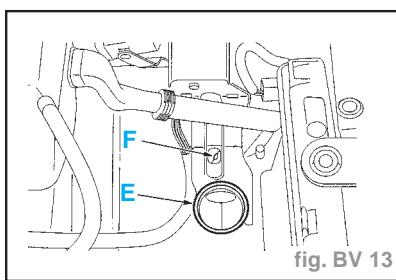

fig. BV 13
- Avant de repérer le filtre à air, vérifier la présence et le bon positionnement des éléments suivants (fig. BV. 13) :
- joint d'étanchéité (E)
- la butée (F)